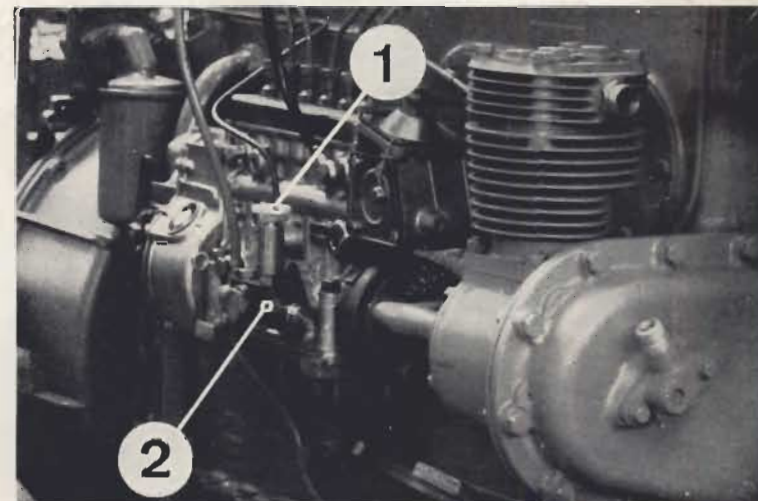

Fig. 3.1. - Bombas de alimentación y cebado
3.2 BOMBA DE ALIMENTACIÓN Y BOMBA DE CEBADO (fig. 3.1)
eliminación de aire en caso de vaciado de las tuberías después de períodos de inactividad del vehículo. Para su funcionamiento aflojar la empuñadura (1, fig. 3.1) e imprimir un movimiento de arriba hacia abajo, hasta que tuberías, filtros y bombas queden libres de aire y llenos de combustible.